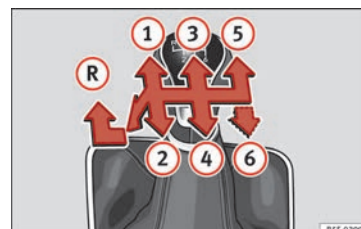

Fig. 45 Schéma d'une boîte mécanique 5 vitesses ou 6 vitesses.
Les positions des vitesses sont représentées sur le levier de vitesses » **fig. 45.**
- Au point mort, appuyez sur le levier de vitesses, déplacez-le complètement vers la gauche puis vers l'avant pour passer la marche arrière » **fig. 45** **R**.